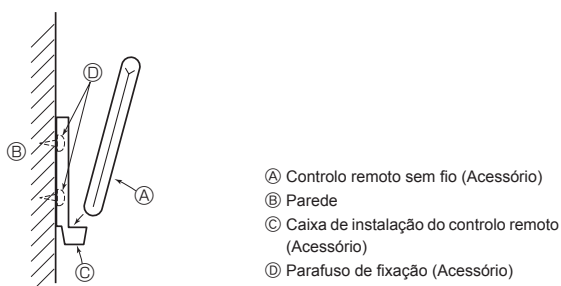

Fig. 7-5
7.3.1. Controlo remoto sem fio (Fig. 7-5)